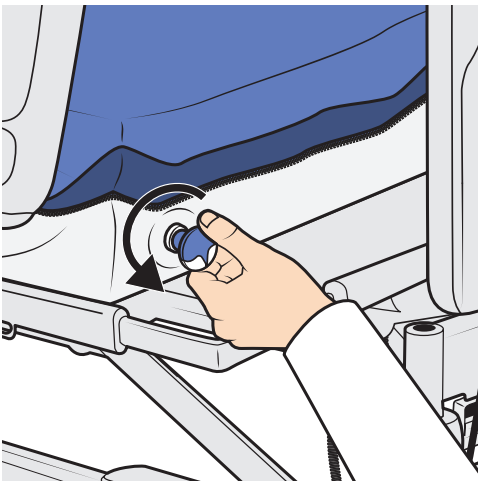

図 57
2. ボルスターのバルブ (バルブ記号の下) を反時計回りに最後まで回します。図 57 を参照してください。